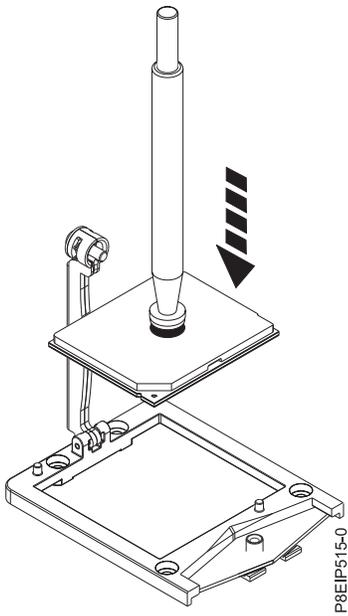

Figura 67. Bajar el procesador en el zócalo
- a. Baje el lápiz y el módulo de procesador del sistema hasta el zócalo como se muestra en la Figura 67 en la página 58. Alinee la esquina biselada del procesador con la esquina biselada del zócalo. Tenga cuidado al bajar la herramienta porque debe hacerlo de forma uniforme sin desequilibrar el procesador.